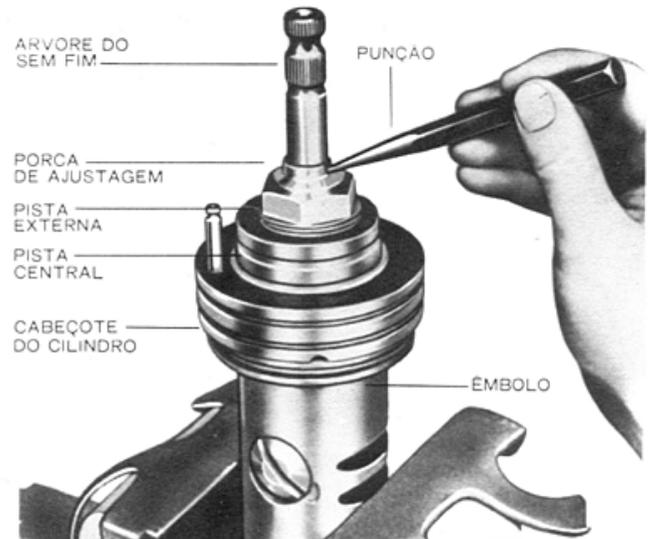

Fig. 21 — Fixação da porca de ajustagem do rolamento de encôsto
- Segurar um punção de 1/4" de extremidade plana sobre a linha de centro do sem-fim, fazendo ligeiro ângulo com a flange da porca (fig. 21).